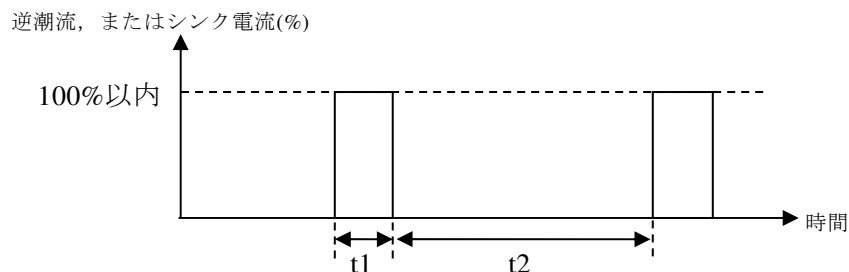

図10-1 逆潮流デューティ，またはシンク時間デューティ
*6：定格出力電圧，50 Hz または 60 Hz，力率-1 の負荷の場合。周囲温度 40 °C 以上の場合，逆潮流が減少する場合があります。定格出力電圧以上の場合，電力容量の 40 % (連続，30 °C～40 °C)，50 % (連続，30 °C 未満)，及び 100 % 以内 (逆潮流時間 ≤ 180 s，逆潮流デューティ ≤ 0.20，40 °C 以下) に制限されます。デューティは図 10-1 を参照ください。DP シリーズ Type R のみ逆潮流に対応しています。
*16 : 定格出力電圧, 50 Hz または 60 Hz, 力率-1 の負荷の場合。周囲温度 40 °C 以上の場合, 逆潮流が減少する場合があります。定格出力電圧以上の場合, 電力容量の 40 % (連続, 30 °C~40 °C), 50 % (連続, 30 °C 未満), 及び 100 % 以内 (逆潮流時間 ≤ 180 s, 逆潮流デューティ ≤ 0.20 , 40 °C 以下) に制限されます。デューティは図 10-1 を参照ください。DP シリーズ Type R のみ逆潮流に対応しています。
*26: 定格出力電圧の場合。周囲温度 40 °C 以上の場合, シンク電流が減少する場合があります。定格出力電圧以上の場合, 電力容量の 40 % (連続, 30 °C ~ 40 °C), 50 % (連続, 30 °C 未満), 及び 100 % 以内 (シンク時間 ≤ 180 s, シンク時間デューティ ≤ 0.20, 40 °C 以下) に制限されます。デューティは図 10-1 を参照ください。DP シリーズ Type R のみシンク電流に対応しています。